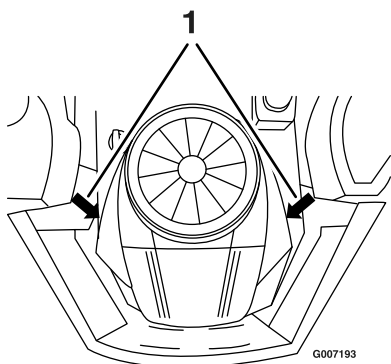

Figura 29
2. Retire el cable de bujía (Figura 29). Limpie alrededor de la bujía para evitar que entre suciedad en el motor y pueda causar daños.
3. Conecte el cable a la bujía (Figura 29).